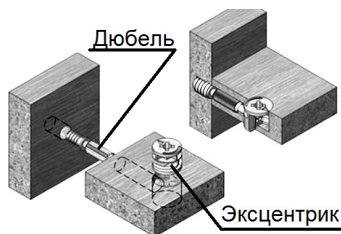

Рис.3: соединение деталей №1,3,6 (правосторонняя сборка)
2. Детали № 1, 6 соединить при помощи эксцентриковых стяжек (В) (см. Рис.3).
3. В отверстия в детали № 3 закрутить дюбели эксцентриковых стяжек (В). К собранной выше конструкции присоединить деталь № 3 при помощи конфирматов (А) (см. Рис.3).